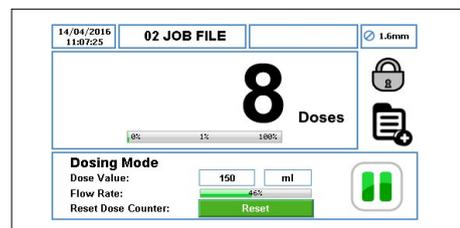

Figure 62 Mode Pause – Écran d'accueil
- ▶ Lorsque la pompe fonctionne en mode Dose, vous pouvez la mettre en pause temporairement en appuyant sur le bouton ARRÊT, comme indiqué à la figure 62.